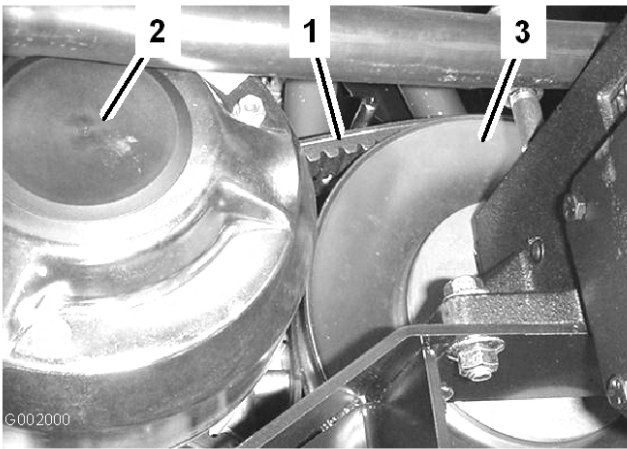

Figura 62
1. Rode e coloque a correia sobre a embraiagem secundária (Figura 62).